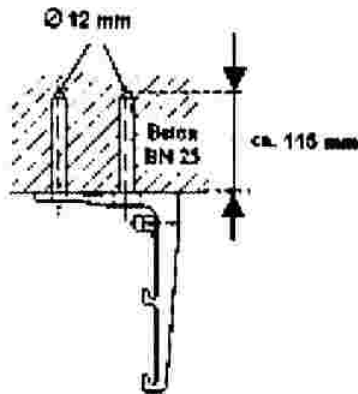

Bild 1a Deckenmontage
4. Die Befestigungslöcher der linken oder rechten Konsole anzeichnen, dazu die Konsole als Schablone benutzen und mit einem 12 mm Steinbohrer ca. 115 mm tief bohren. (siehe Bild 1a und 1b).